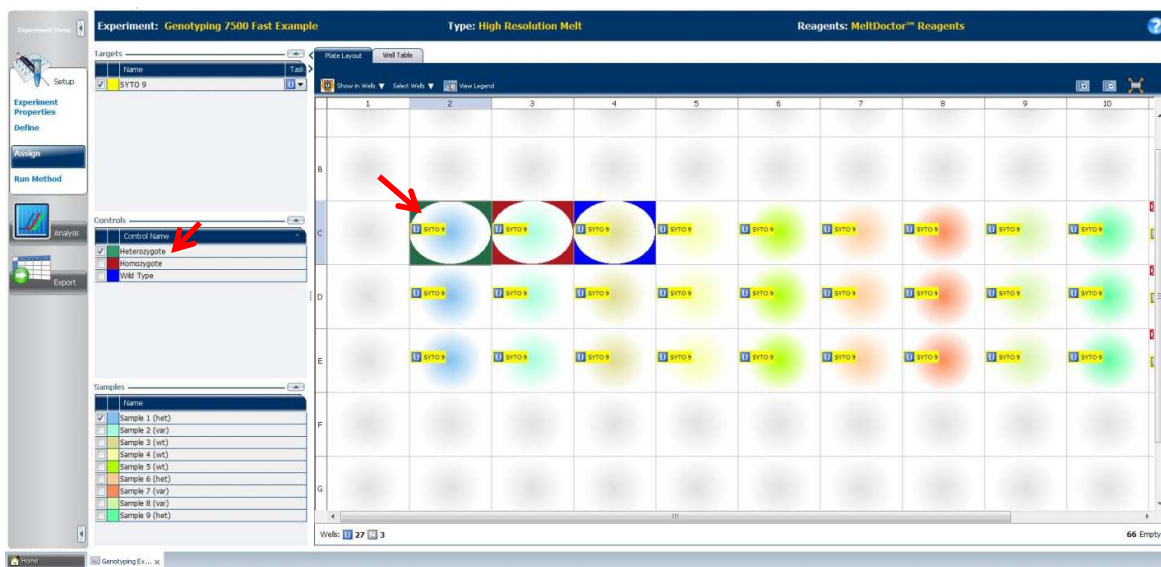

Fig. 3b
Essa janela já estará preenchida com as informações (layout da placa) colocadas no software do instrumento em que o experimento foi corrido (Fig. 3b). Para localizar os controles na placa:
1. Selecione o poço em que o controle foi pipetado (ex. Poço C2) e clique em *assign* para o nome do controle (ex. *Heterozygote*) (Fig. 3b). Caso necessário, repita para os outros controles